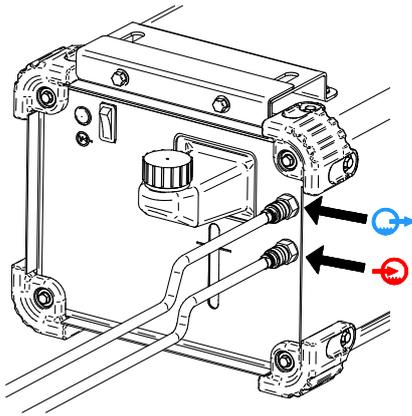

Figura 6.
- Ligue os tubos de água do refrigerador à entrada do refrigerador [5] e à tomada de saída [4] (Figura 6).
- Ligue os tubos de água do refrigerador – Figura 6.